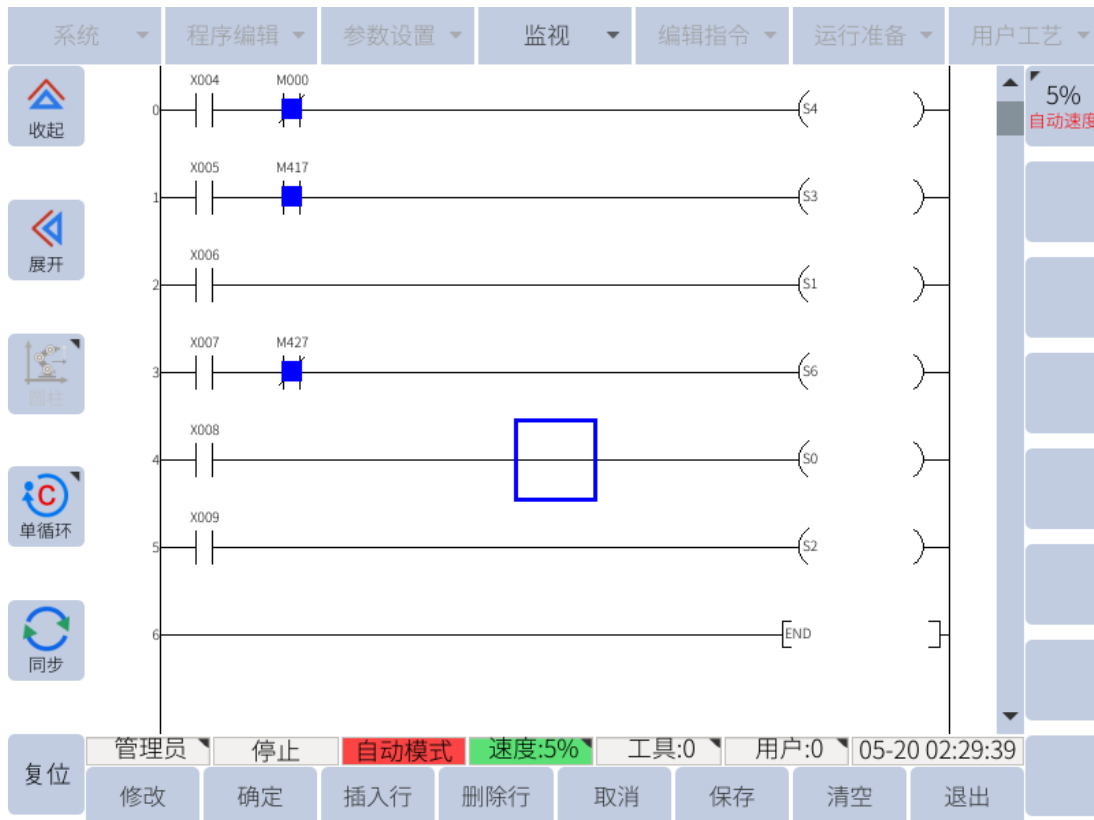

图 10-3 : 如何设置 PLC 使机器人跳转至主程序的示例
如图 10-3 所示是一个 PLC 程序示例，用户可以创建该程序以运行主程序。
4. 选择“用户工艺 -> 用户 PLC”，编辑如下 PLC 样例程序，如图 10-3 所示：